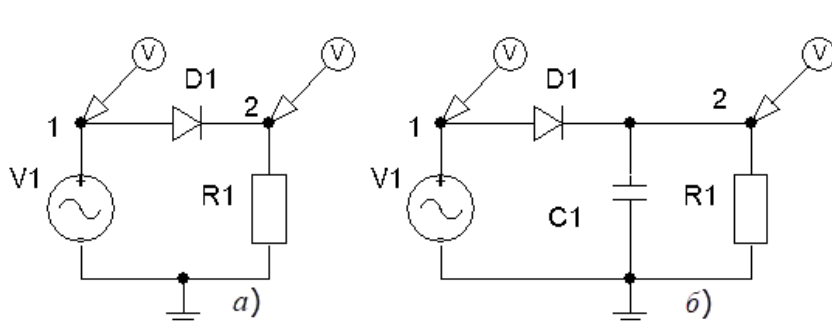
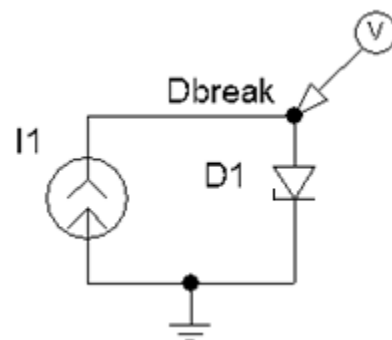
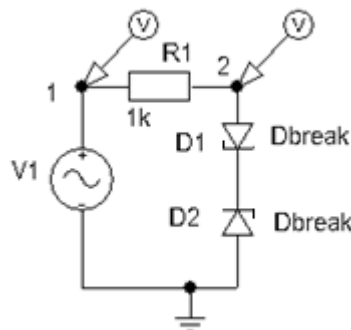

Рис. 1. Схема однополупериодного выпрямителя:
Рис. 2. Схема для
Рис. 3. Схема двухстороннего ограничителя
Исследование схем проводится методом моделирования с помощью программы **Design Lab 8.0**. Исследование схемы однополупериодного выпрямителя проводится на схемах рис.1. Схема для получения ВАХ диода приведена на рис.2. По снятым характеристикам определяются малосигнальные параметры диода. Схема двухстороннего ограничителя показана на рис. 3.
- 3.3. Для однополупериодной схемы выпрямителя (рис. 2,б) рассчитать емкость конденсатора фильтра C_1 , если заданы следующие параметры: R_1 – сопротивление нагрузки и k_n – коэффициент пульсаций. К входу схемы подключен источник синусоидального напряжения с частотой f и амплитудой U_m . Диод считать идеальным. Номер варианта выбирается из таблиц 1, 2 по номеру группы М и порядковому номеру студента в учебном журнале N.
- 3.4. Для схемы двухстороннего ограничителя (рис.3), выполненного на стабилитронах в соответствии с вариантом (табл. 3) нарисовать качественно передаточную характеристику $U_{\text{вых}}(U_{\text{вх}})$. Стабилитроны считать идеальным.
- 4.1. В операционной системе «Windows» под управлением программы «Schematics» собрать схему однополупериодного выпрямителя (рис.1,а).
- 4.3. Подключить к выходу схемы конденсатор C_1 (рис. 1,б), установить емкость, рассчитанную в п. 3.3 подготовки к работе.
- 4.5. В операционной системе «Windows» под управлением программы «Schematics» собрать схему для получения ВАХ стабилитрона (рис.2).
- 4.10. В операционной системе «Windows» под управлением программы «Schematics» собрать схему двухстороннего ограничителя (рис.3).